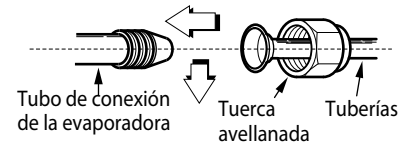

Fig.19
- Apriete suficientemente la tuerca avellanada con los dedos, después apriete con una llave inglesa y una llave de torsión como se muestra en la Fig. 19 & 20